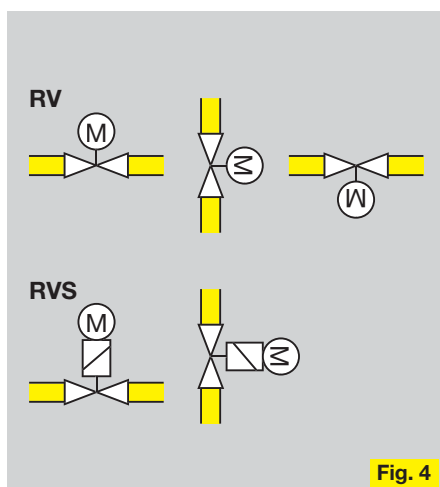

Fig. 4
**Einbaulage:** RV: beliebig, RVS: senkrecht oder waagrecht, nicht über Kopf (Fig. 4). Beim Einbau des Regelventils in die Rohrleitung Antrieb nicht als Hebel benutzen. Passenden Schraubenschlüssel verwenden.
**Fitting position:** RV: any; RVS: vertical or horizontal, not upside down (Fig. 4). Do not use the actuator as a lever when installing the regulating valve in the pipe-work. Please use a suitable spanner.
**Position de montage:** RV: toutes positions; RVS: verticale ou horizontale, pas "tête en bas" (Fig. 4).